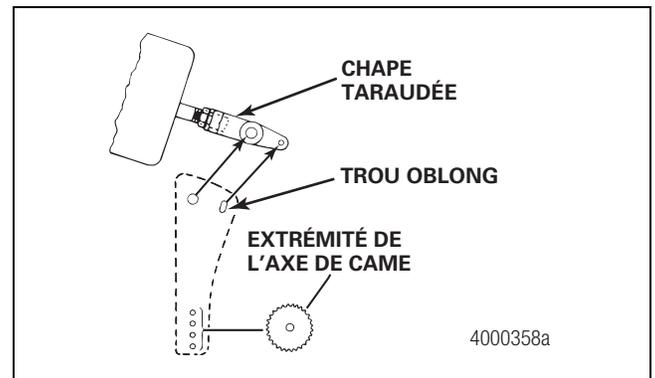

Figure 5.21
- **Si le petit trou de la chape ne s'aligne pas avec le trou oblong du gabarit** : régler la chape de façon que le petit trou de la chape s'aligne avec le trou oblong du gabarit. Figure 5.21.